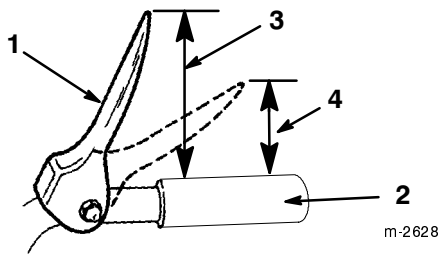

Figure 8
- Réglez la position de l'écrou à embase sur la tige de commande de traction vers le haut ou vers le bas pour que l'extrémité de la manette de commande de traction soit à environ 13 cm (5") de la poignée (Fig. 8).
Le réglage est correct si les roues cessent de tourner quand le bout de la manette de commande de traction est à une distance de 7,5 à 10 cm (3-4") de la poignée (Fig. 8).